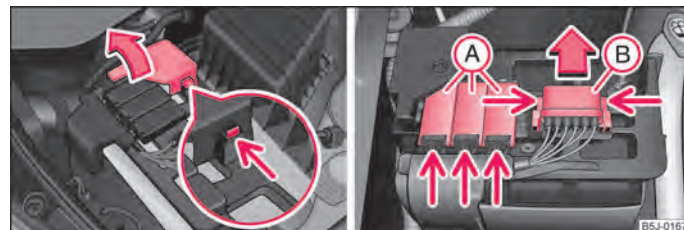

Fig. 150 Baterie: Deschiderea capacului polului plus/capacul cutiei de siguranțe
- Rabateți capacul polului plus (+) ⇒ fig. 150.
- Apăsăți elementele de fixare ale capacului suportului de siguranțe (A) ⇒ fig. 150 și deschideți capacul.
- Concomitent apăsați elementele de fixare ale capacului suportului de siguranțe (B) și împingeți capacul în sensul indicat de săgeată.
- Unele autovehicule sunt prevăzute numai cu capacul (B) ⇒ fig. 150 dreapta.